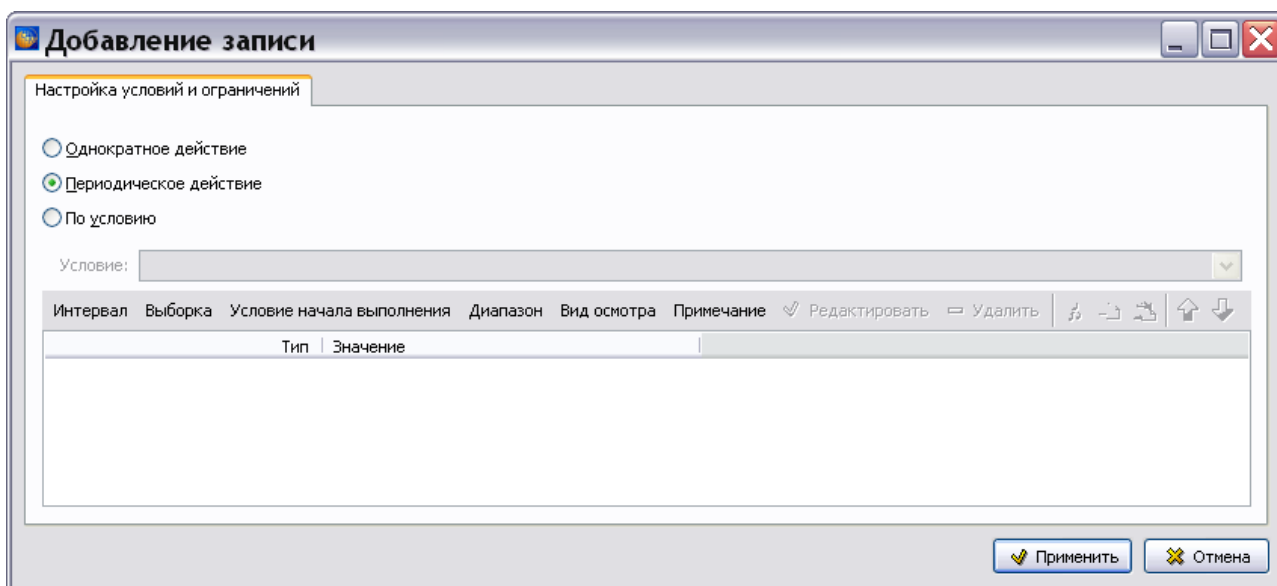

Рис. 3.107
2. В правом окне нажмите на кнопку **Добавить +**. После этого откроется окно **Добавление записи** (Рис. 3.107).
Вид окна **Добавление записи** зависит от выбранного вида работы. По умолчанию установлено значение **Периодическое действие**. Поле **Условие** недоступно для ввода данных (Рис. 3.107).